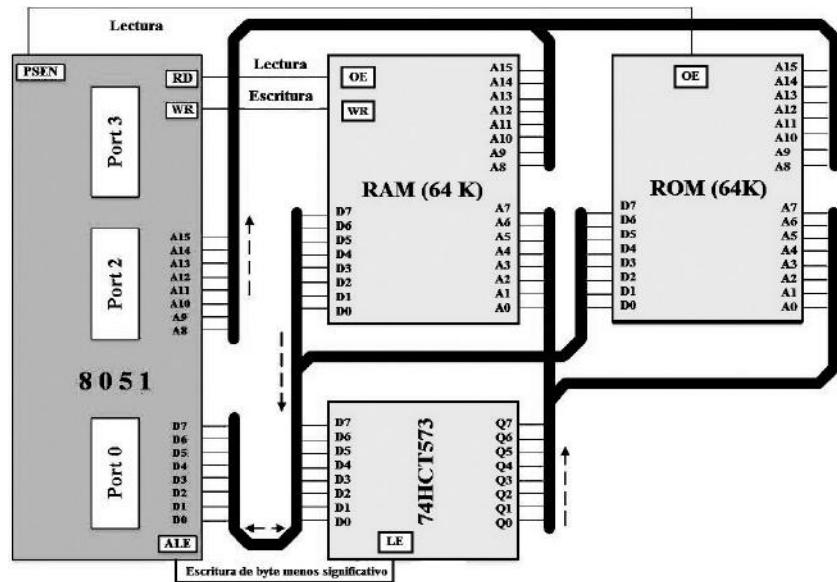

Figura 8.2: Expansión de Memoria
- \* Un ejemplo típico de expansión de memoria se ilustra a continuación (Figura 8.2 ).